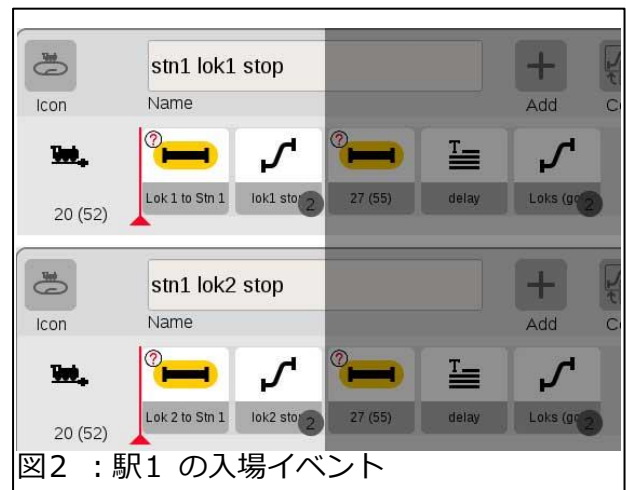

図2 : 駅1 の入場イベント
コンタクト '20 (52)' がある駅1に2つのイベントを作成します。イベント名は、駅1に進入する可能性のある各列車(lok)ごとに1つずつのイベントがあることを示しています('stn1 lok1 stop', 'stn1 lok2 stop')。図2は作成された2つのイベントを示しています。